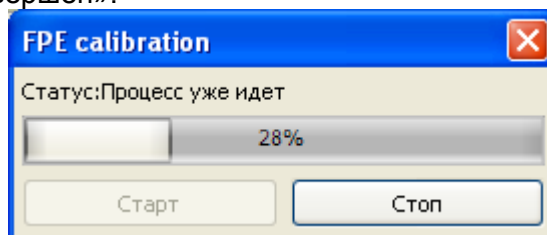

Рисунок 23 Калибровка эмулятора давления топлива
- **Эмулятор давления топлива (FPE)2** – Опция, активирующая встроенный эмулятор давления бензина, необходимая в автомобилях, выдающих ошибку, связанную с давлением топлива во время работы двигателя на газе. Чтобы воспользоваться функцией, следует подключить контроллер к цепям регулировки давления бензина, как показано на рисунке 8, согласно указаниям в таблице 1. Затем следует провести процесс калибровки эмулятора (Рисунок 23). Для начала следует нажать на кнопку «старт» и запустить двигатель, который должен быть предварительно разогрет. Процесс калибровки является автоматическим и, как правило, длится около 3 минут. Правильно проведенная процедура калибровки заканчивается сообщением «процесс успешно завершён».